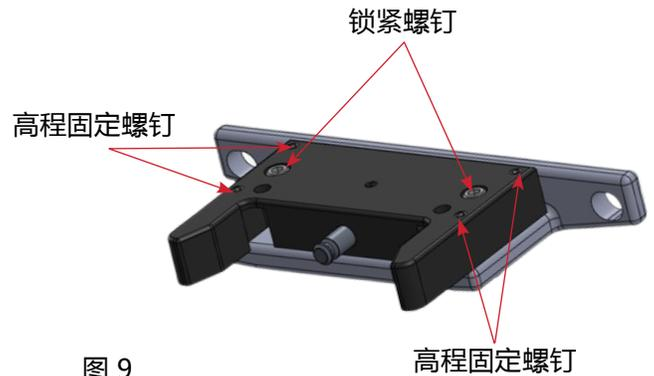

图 9
- a. 首先调整现有 CT 上脚端碰锁安装块的高度,方法是松开锁紧螺钉 (2) $\frac{1}{4}$ -20 (图 9)。